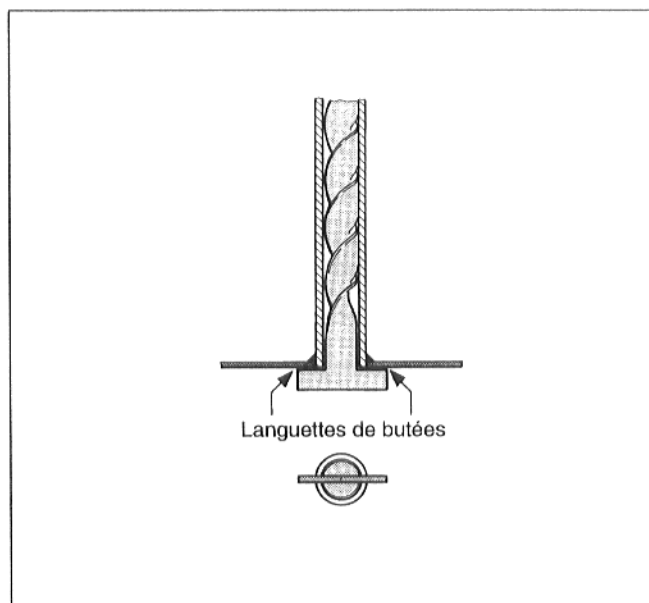

Fig. 27
- Sur le côté frontal, vérifier si les languettes de butée des turbulateurs sont horizontalement adjacentes au tube de fumées (Fig. 27).
- S'assurer à cet effet que les languettes de butées du côté frontal soient horizontalement adjacentes aux tubes de fumées (Fig. 27).